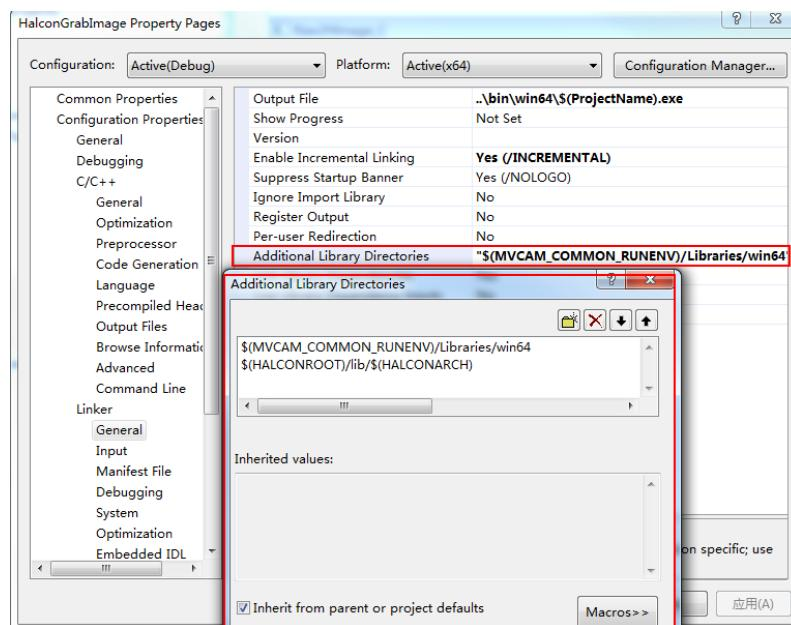
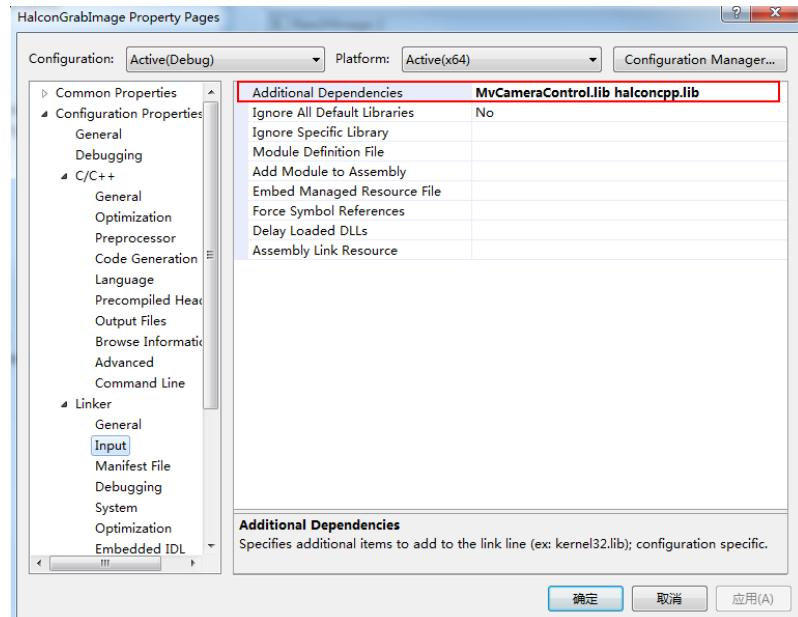

图3-4 加入 lib 库
图3-5 加入 lib 文件
2. 将 HALCON 和 C++ 的 SDK 头文件和 lib 文件加入到工程中 , 如图 3-5 和图 3-4 所示。